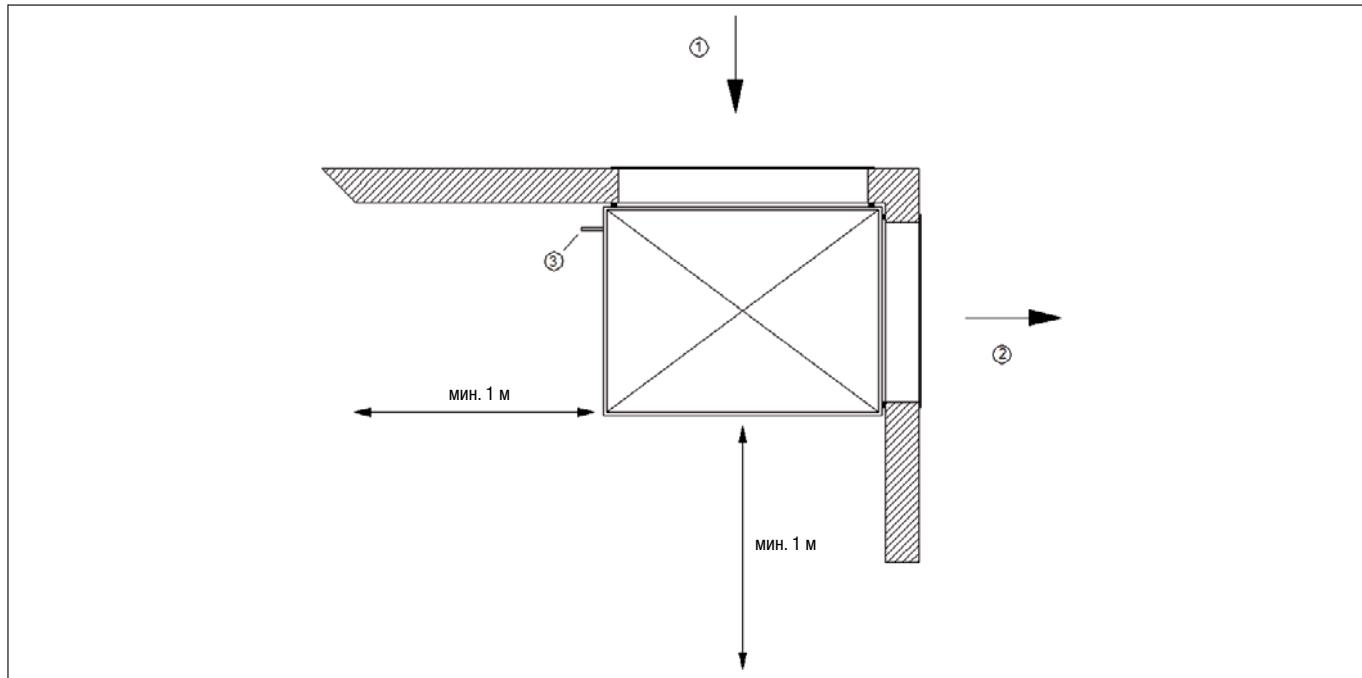
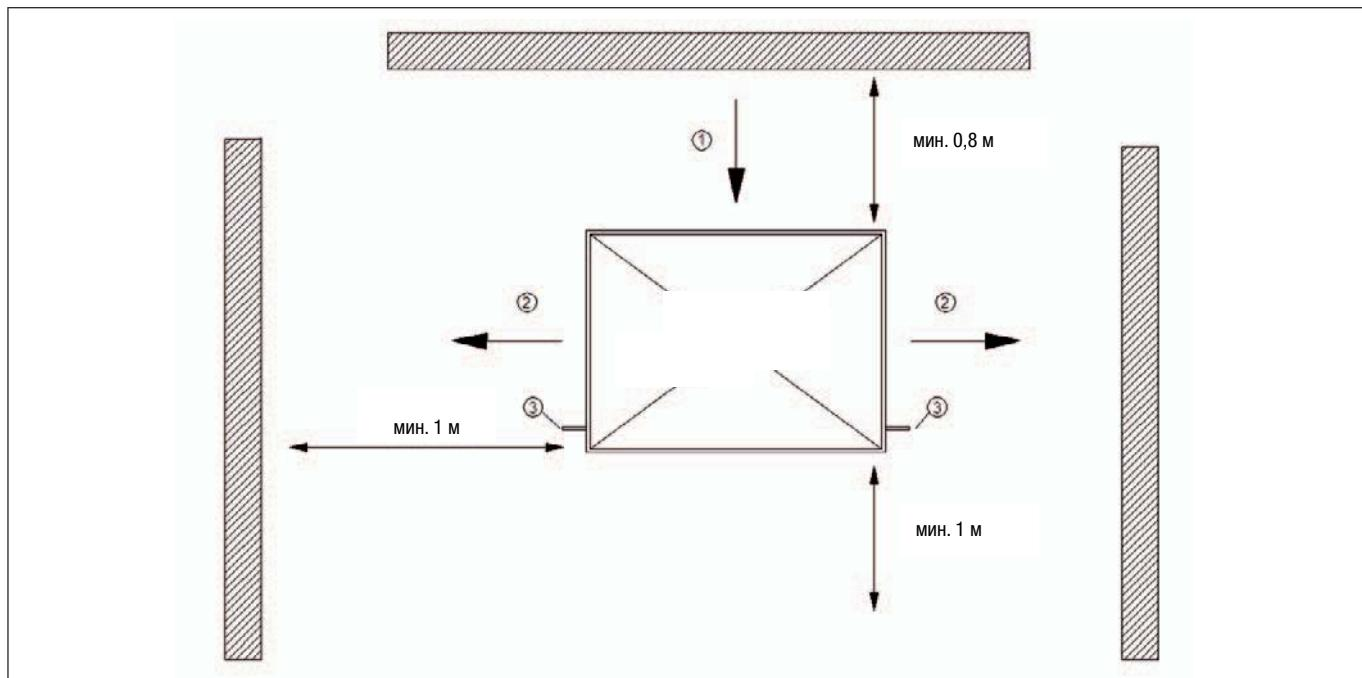

Рис. 5-4 Минимальные расстояния при установке в помещении
Рис. 5-5 Минимальные расстояния при установке на улице
- Обязательно соблюдать минимальные расстояния согласно Рис. 5-4 и Рис. 5-5.